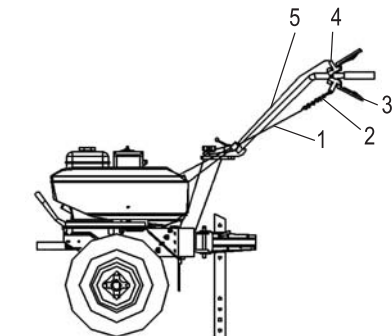
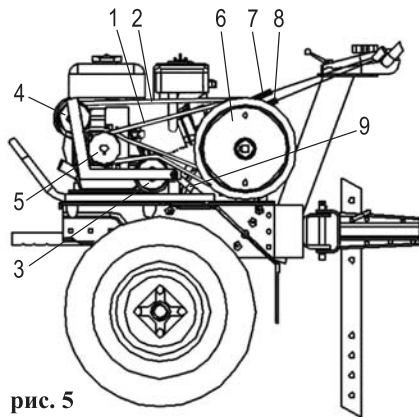

рис. 4
рис. 5
5.5 (рис. 4) Подготовьте тросики переднего хода 5 и заднего хода 1. Вытяните их по всей длине, убедитесь что они не запутаны.
5.6.1 (рис. 4) Закрепите тросик переднего хода 5 на левой стороне рукоятки и зафиксируйте на рычаге переднего хода 4.
5.6.2 (рис. 4) Закрепите тросик заднего хода 1 на левой стороне верхней рукоятки на цепочке 2. Цепочку зафиксируйте в рычаге 3.
5.6.3 Нажмите поочередно на рычаг переднего хода 4 (рис. 4), а затем рычаг заднего хода 3 (рис. 4) и проверьте натяжение ремня 1 (рис. 5) переднего хода и ремня 2 (рис. 5) заднего хода. При свободном положении рычагов 4 и 3 (рис. 4) ремни должны свободно провисать, а шкив при работающем двигателе не должен передавать вращение на ремень. При необходимости отрегулируйте натяжение ремня 2 (рис. 5) заднего хода изменением длины цепочки 2 (рис. 4). Уменьшение длины цепочки увеличивает натяжение ремня, а увеличение - уменьшает.
Сцепление предназначено для передачи крутящего момента коленвала к редуктору и состоит из 2 ремней **1** и **2** (рис. 5). Шкива переднего хода **3** (рис. 5), шкива заднего хода **4** (рис. 5), ведущего шкива **5** (рис. 5), шкива редуктора **6** (рис. 5), тяг **7** и **8** (рис. 5) рычагов переднего и заднего ходов.
При нажатии рычага **13** (рис. 1) переднего хода, шкив **3** (рис. 5), перемещая создаёт необходимое натяжение ремня **2** (рис. 5) переднего хода, и вращение от ведущего шкива **5** (рис. 5) через ремень **2** (рис. 5) переднего хода передаётся на шкив **6** (рис. 5) редуктора.
При нажатии рычага **11** (рис. 1) заднего хода, кронштейн заднего хода **9** (рис. 5), поворачиваясь через шкив **4** (рис. 5), создаёт необходимое натяжение ремня **2** (рис. 5), и вращение от ведущего шкива **5** (рис. 5) через ремень **2** (рис. 5) передаётся на шкив **6** (рис. 5) редуктора.